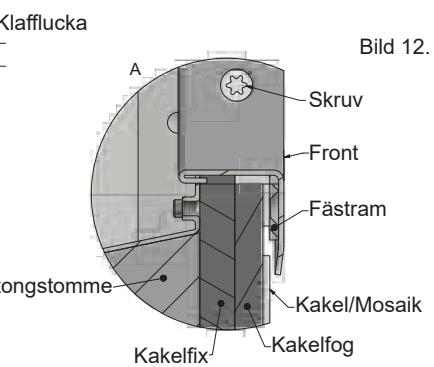

Bild 12.
10. Montera fronten i fästramen och fixera den med medföljande skruvar (4st M5x12) i andra och åtonde hålet, se bild 12.